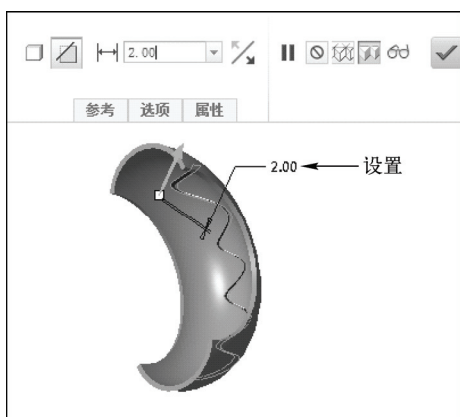

图 10-75 设置参数
STEP 03 打开“加厚”选项卡，单击“移除材料”按钮，在“总加厚偏移值”文本框中输入“2.00”，按〈Enter〉键确认，如图 10-75 所示。